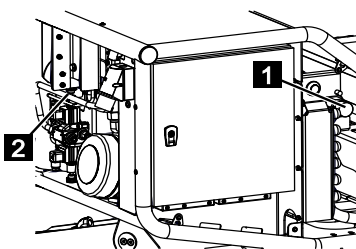

Fig. 210
- Après le mode d'entretien, dévisser totalement la vanne [LS] (Fig.210/2), déverrouiller la vanne [Appui, chenille] (Fig.210/1) dans le sens inverse des aiguilles d'une montre et revisser les capots.